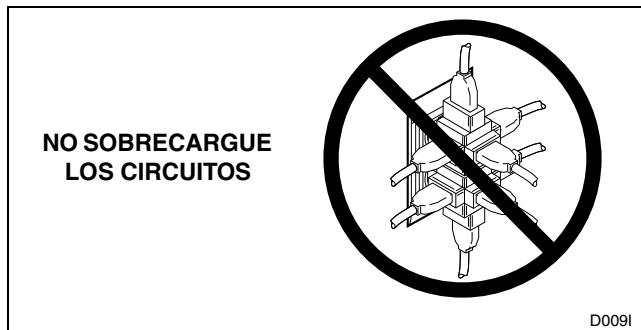

Figura 23
- NO USE OTROS APARATOS ELÉCTRICOS MIENTRAS ESTE APARATO ESTÉ FUNCIONANDO. ¡NO SOBRECARGUE LOS CIRCUITOS! Consulte la *Figura 23*.